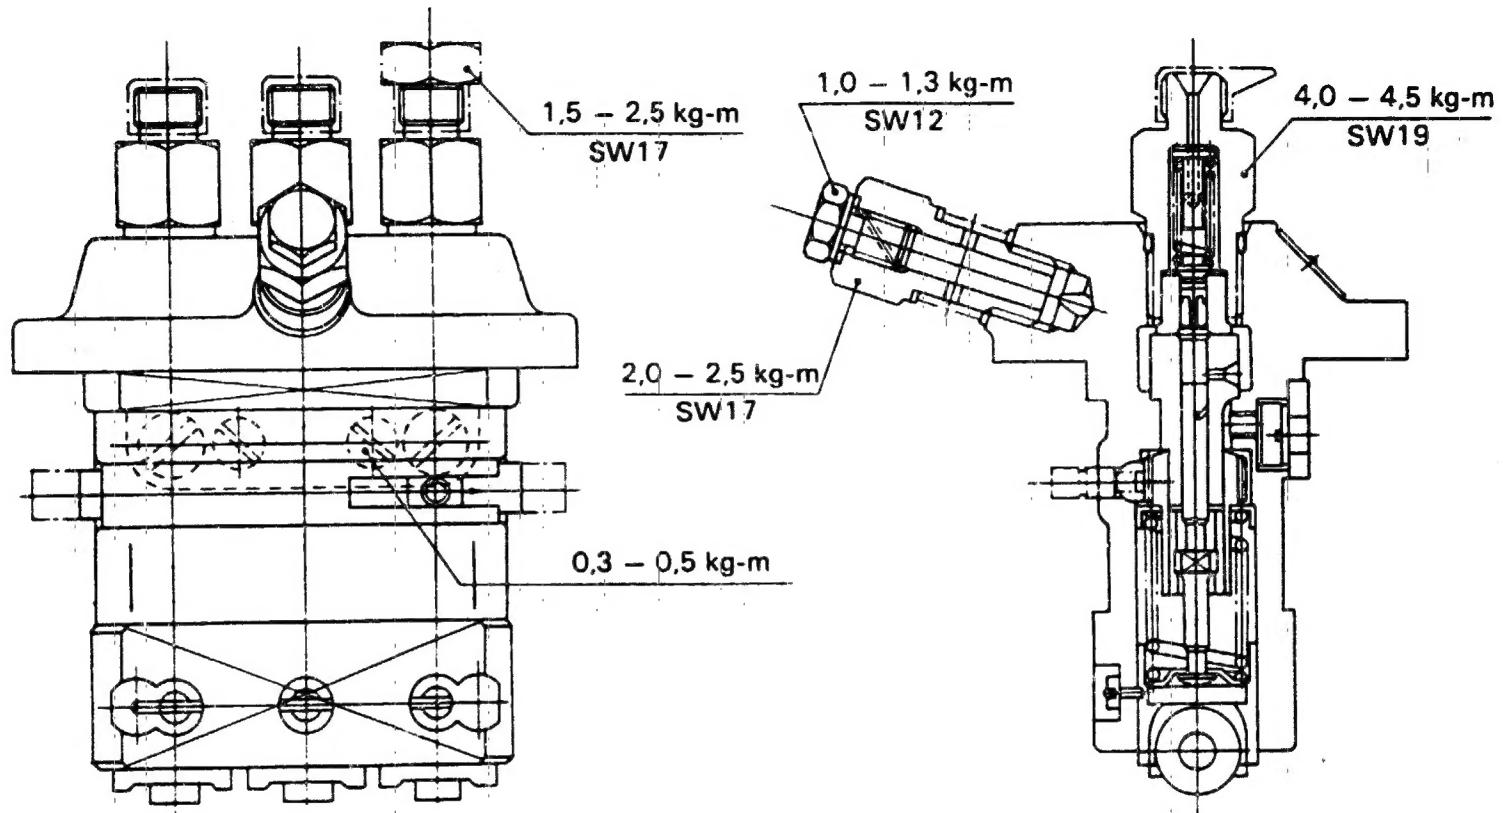

Fig. 107
- 6) Nach dem Einstellen prüfen, ob jede Schraube mit dem vorgeschriebenem Anziehdrehmoment festgezogen ist (siehe Bild 107).
- 5) When the injection quantity of each cylinder matches the standard value, insert the plug (152) into the hole of the socket head bolt for sealing.
- 6) After adjustment is complete, check that each screw is tightened to the specified torque. (See Fig. 107.)